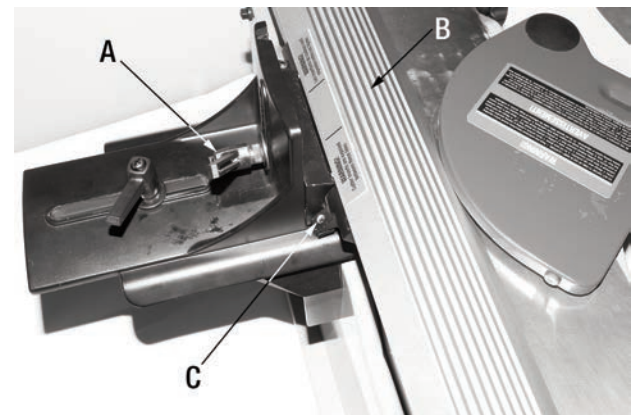

FIGURE 9
- 2) Desserrez la poignée de verrouillage de l'inclinaison du guide (A) Fig.9 en la tournant dans le sens antihoraire.
- 3) Levez et inclinez le guide (B) à la position désirée.
- 4) L'arrêt positif (C) permet un ajustement rapide à 45°.
- 5) Avec le guide à la position désirée, resserrez la poignée de verrouillage (A) avant de dégauchir la pièce de travail.